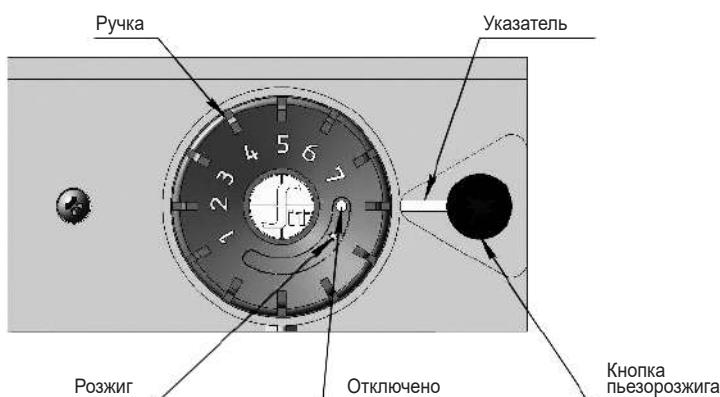

Рис. 9. Элементы управления на газовом блоке управления 630 EUROSIT
Установить ручку газового блока в положение «Отключено» (см. рис. 9)
**ВНИМАНИЕ! ДЛЯ ПОВТОРНОГО РОЗЖИГА КОТЛА С ГАЗОВЫМ БЛОКОМ 630 EUROSIT НЕОБХОДИМО УСТАНОВИТЬ РУЧКУ В ПОЛОЖЕНИЕ «ОТКЛЮЧЕНО» (СМ. РИС. 9), А ТОЛЬКО ЗАТЕМ ПОВЕРНУТЬ РУЧКУ ГАЗОВОГО БЛОКА В ПОЛОЖЕНИЕ «РОЗЖИГ».**